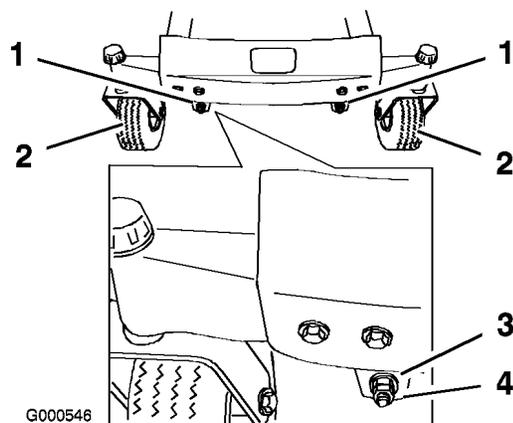
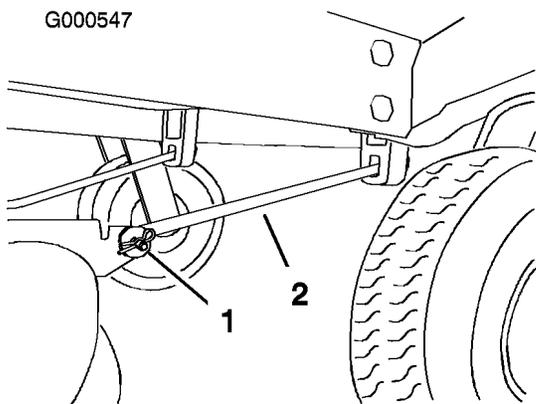

Figura 46
Figura 47
11. Per regolare l'inclinazione longitudinale della lama, togliete i dadi di bloccaggio e fate girare i dadi di regolazione sul frontale del tosaerba (Figura 46).
13. Dopo avere regolato in modo uniforme entrambi i dadi di regolazione, controllate nuovamente l'inclinazione longitudinale. Continuate la regolazione dei dadi finché la punta della lama anteriore non è più bassa di 1,6-7,9 mm rispetto a quella posteriore (Figura 46).
Nota: Dopo aver messo a punto i dadi di regolazione, verificate che le aste di supporto non siano allentate (Figura 47). All'occorrenza, serrate una delle aste per tenderle (Figura 46).
4. Togliete la coppiglia a forcina e il perno con testa dall'asta di supporto anteriore (Figura 47) da ciascun lato del tosaerba.
7. Attaccate le aste di supporto alla macchina, utilizzando i perni a testa e le coppiglie a forcina (Figura 47).